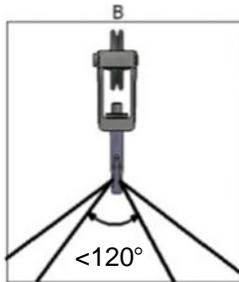

Figura 34: Ângulo máximo do cabo de elevação
- Nunca exceda 120° entre os cabos de içamento em nenhum momento (**Figura 34**).